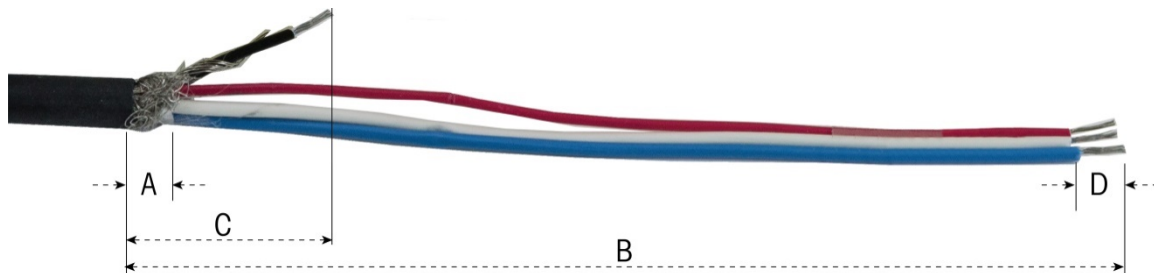

Figura 2-80: preparazione del cavo PowerMount - Pannello
1. Tagliare e rimuovere una lunghezza appropriata della guaina isolante, la schermatura intrecciata interna e l'isolamento, come illustrato nella Figura 2-80. Le lunghezze suggerite sono elencate nella Tabella 2-9.